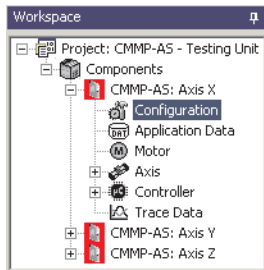

Fig. 4.12 FCT – Окно рабочего места
1. Откройте в FCT рабочую область “Drive Configuration” (Конфигурация привода) для преобразованного CMMP-AS-...-M3 (→ Fig. 4.12).